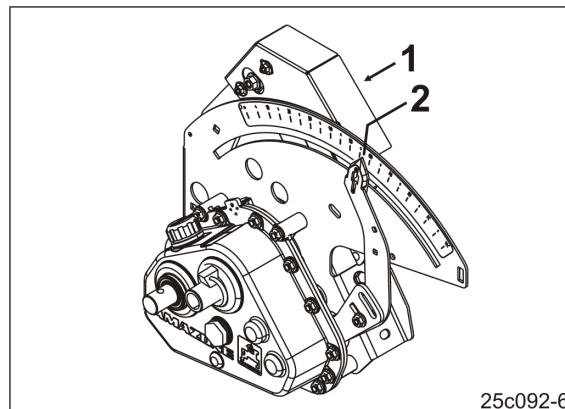

Рис. 31
- сеялка с электроцилиндром (Рис. 31/1).
- Введите значение (например, 50, см. руководство по эксплуатации сеялки) указателя (Рис. 31/2) для первой пробы установки на норму высева.
- Указатель (Рис. 31/2) переместится и встанет напротив введенного значения (например, 50).
- На основе данных, полученных в ходе определения нормы высева, AmaDrill+ рассчитывает необходимое положение редуктора. Указатель (Рис. 31/2) переместится и встанет напротив рассчитанного значения.